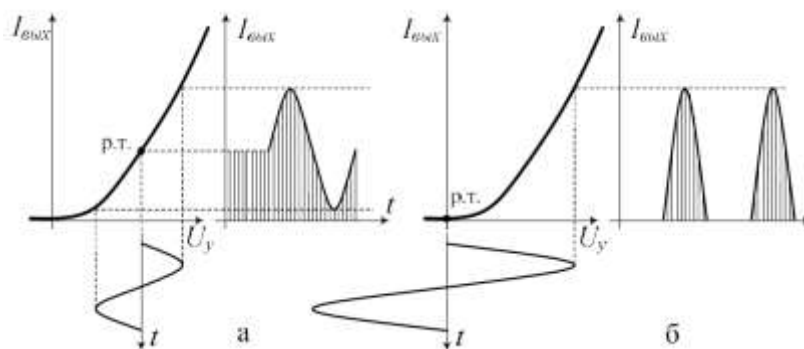

Рис. 1 Выбор рабочей точки усилителя (а – режим А, б – режим В)
*Режим класса А.* Рабочая точка (р.т.), определяющая состояние схемы при отсутствии сигнала, выбирается на линейном участке динамической вольт-амперной (передаточной) характеристики (рис. 1а). Амплитуда входного напряжения  $U_y$  на управляющем электроде активного элемента (базе транзи-
*Режим класса В.* Рабочая точка выбирается в самом начале динамической вольт–амперной характеристики (рис. 1б), в результате чего при отсутствии входного сигнала выходной ток практически равен нулю и выделяемая в каскаде мощность мала. Однако в этом случае каскад способен усиливать только одну полуволну гармонического сигнала (сигналы только одной полярности). При подаче на вход синусоидального сигнала ток в выходной цепи протекает лишь в течение половины периода (в течение другой половины периода активный элемент находится в состоянии отсечки) и имеет форму импульсов. Достоинства усилителя мощности, работающего в режиме класса В, – высокий КПД (до 70%) и большая мощность сигнала в нагрузке, однако форма выходного сигнала искажена из-за нелинейного участка передаточной характеристики.
1) Собрать схему для исследования усилительного каскада в соответствии с рис. 1. Резистор RP3 установить в 200. Подключить канал СН1 осциллографа ко входу усилителя, а канал СН2 к выходу усилителя. Включить временную развертку осциллографа. Включить функциональный генератор и установить синусоидальный сигнал частотой 50 Гц, уменьшить сигнал до нуля регулятором амплитуды функционального генератора. Переключить входы СН1 осциллографа на положение «вход закорочен». Включить питание стенда. При токе  $I_b = 0$  установить на потенциометре RP2 = 2 и далее не изменять его при всех экспериментах (не трогать ручку потенциометра RP2);